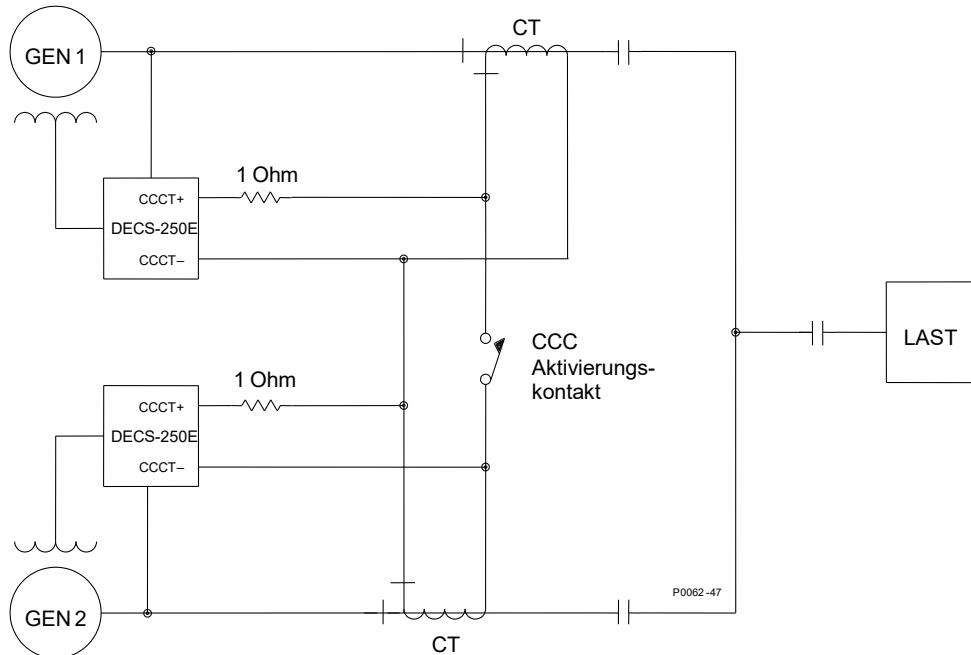

Abbildung 9-3. Verbindungen für Querstromkompensation
Der Querstromkompensationsmodus (induktives Differenzial) ermöglicht es zwei oder mehr parallel geschalteten Generatoren eine gemeinsame Last zu tragen. Wie in Abbildung 9-3 dargestellt wird, wird jeder Generator von einem DECS-250E gesteuert, das den DECS-250E Querstromkompensationseingang (Klemmen CCCT+ und CCCT–) sowie einen speziell dafür vorgesehenen, externen Stromtransformator (CT) zur Abtastung des Generatorstroms verwendet. Die in Abbildung 9-3 dargestellten Widerstände werden verwendet, um die Last einzustellen und können spezifisch für die Anwendung angepasst werden. Stellen Sie sicher, dass die Nennleistung der Widerstände für die Anwendung angemessen ist.